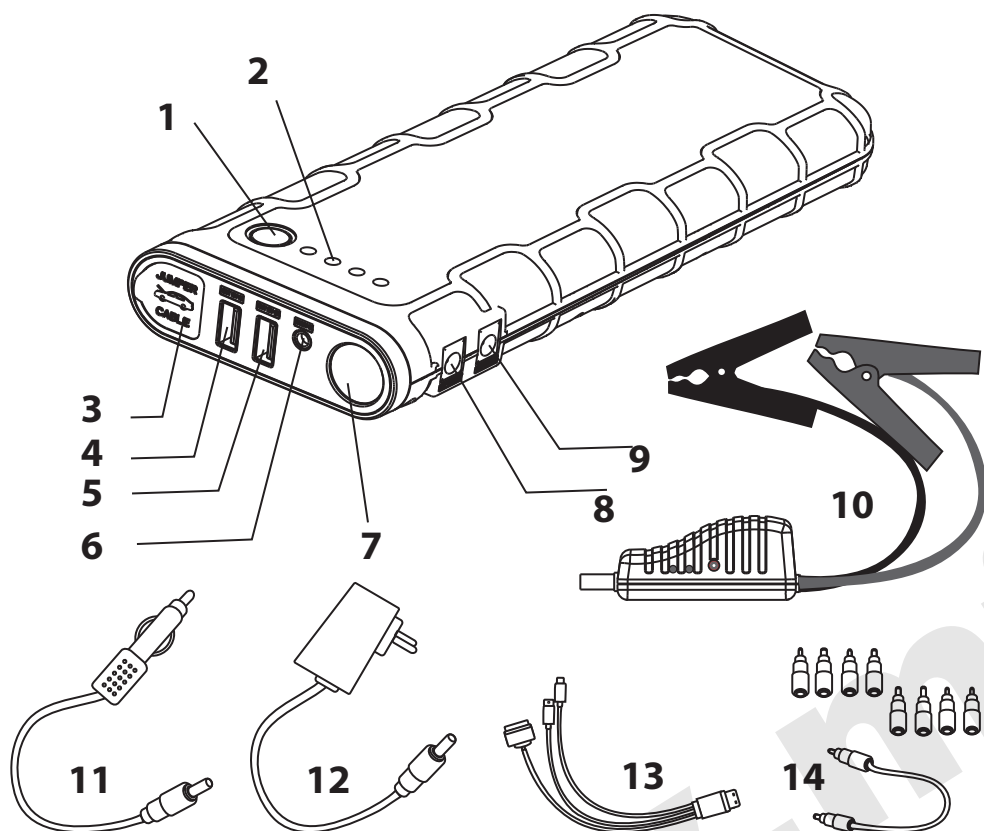

РИС.2
1. Для зарядки ноутбуков выберите подходящий штекер из комплекта 14 (рис.2) и соедините его с переходником.
При включении ПЗУ, по четырём светодиодным индикаторам состояния можно определить остаточный заряд встроенной батареи. (см. рис. 2). Каждый светодиод имеет маркировку: **25%, 50%, 75%, 100%** - соответствующий заряду батареи. В процессе заряда светодиоды должны мигать, кол-во непрерывно горящих светодиодов показывают фактический заряд ПЗУ, четыре одновременно горящих индикатора показывают зарядку **100%**.